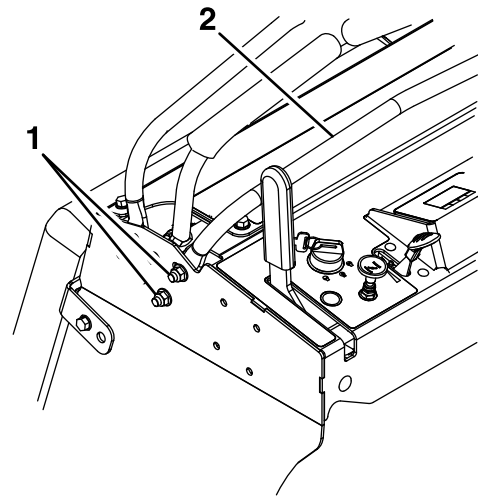

Figure 12
2. Desserrez les boulons des deux côtés de la tour de commande en desserrant les deux écrous de chaque côté (quatre en tout) de la console (voir Figure 12).